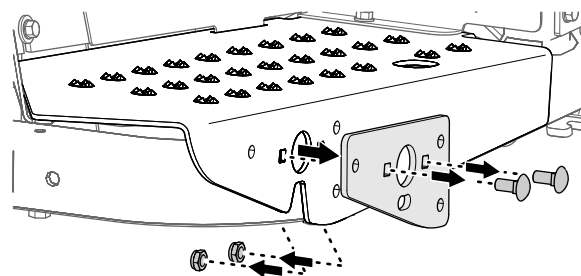

Figura 7
3. Retire el soporte de giro, los 2 pernos de cuello cuadrado (5/16" x 3/4"), y las 2 contratuercas (5/16") de la máquina (Figura 7).